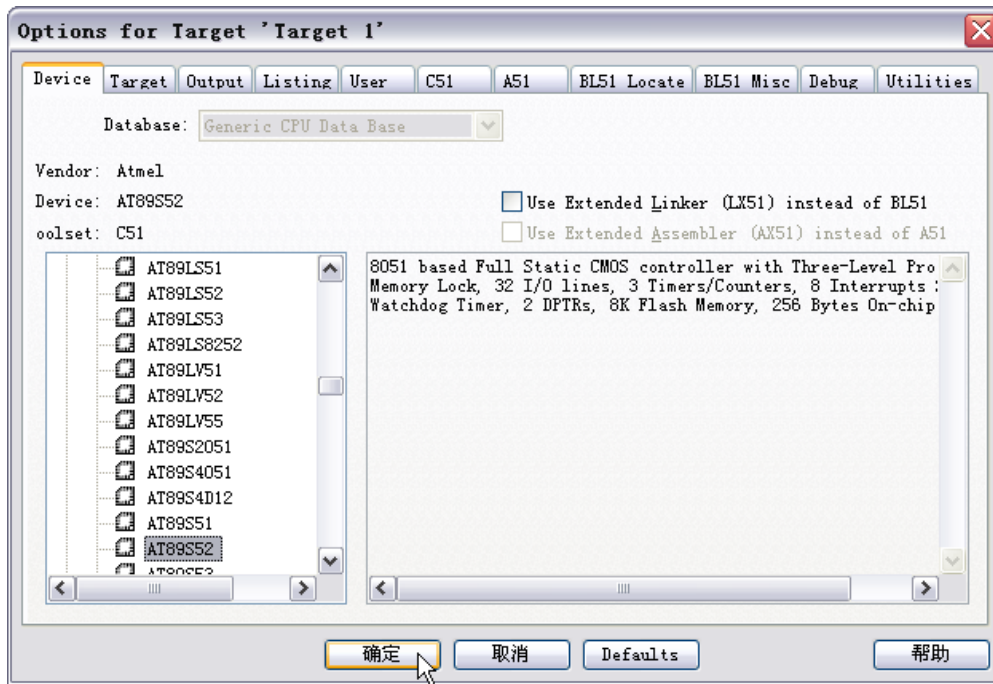

图 3.2
4) 紧接着 Keil C51 弹出“Options for Target ‘Target 1’”。要求你为刚才的项目选择一个 CPU，我们选择 ATMEL 公司的 AT89S52。选择 AT89S52 后，右边一栏是对该单片机的基本说明，然后点击确定。见图 3.2。